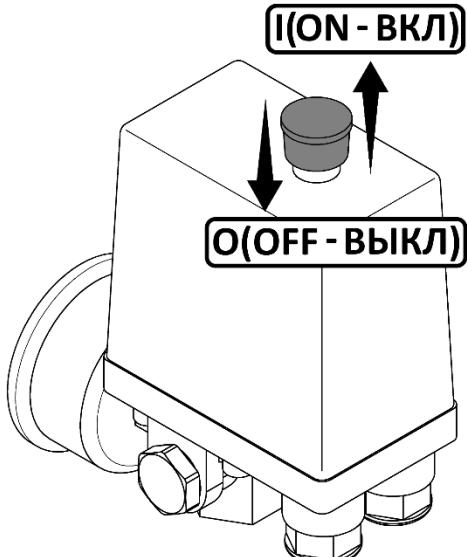

Рисунок 6
- Проверьте, чтобы выключатель на реле давления находился в выключенном положении "О" (рисунок 6).
- Включите компрессор выключателем на реле давления и сразу же выключите. Для этого необходимо переключить выключатель в положение "I" (рисунок 6). Кнопка выключателя имеет фиксированные положения